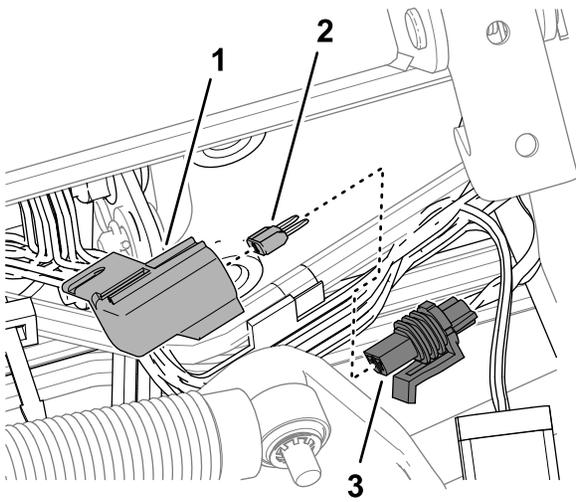

图 104
3. 从标有 10 A 保险丝远程信息处理电源的串联保险丝座上拆下盖子 图 104。